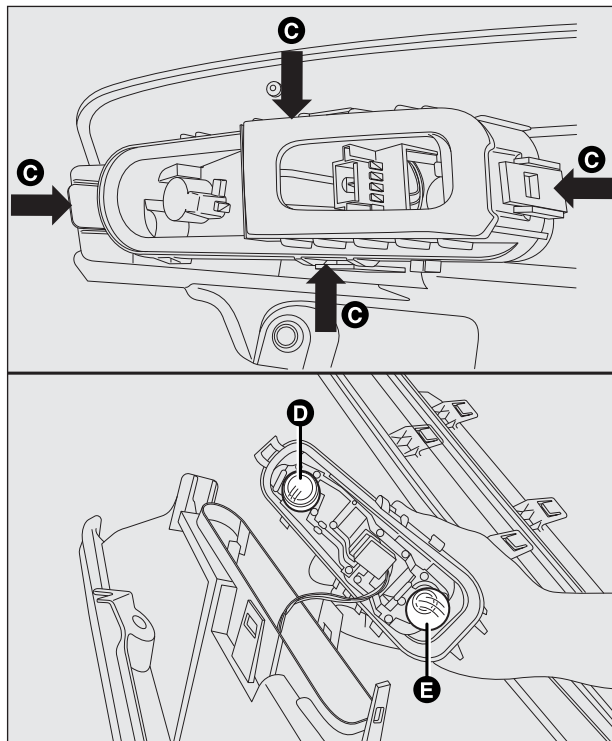

fig. 175
- sganciare il portalampade agendo sui fissaggi C-fig. 175;